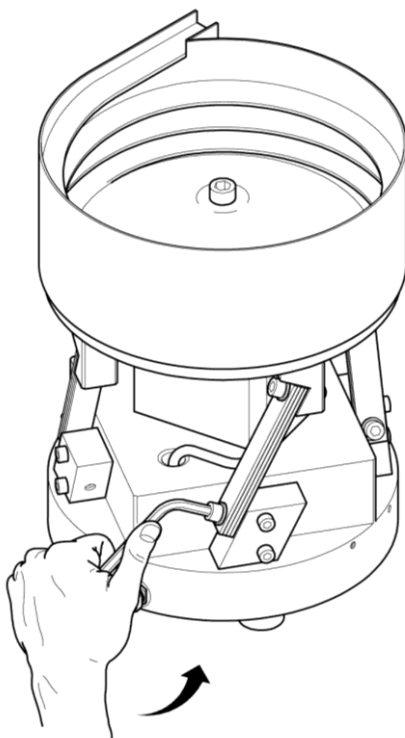

Abbildung 10
5. an einem Federpaket die Befestigungsschraube unten **langsam lösen** (siehe Abbildung 10). Das Lösen dieser Schraube bewirkt eine Veränderung der Laufgeschwindigkeit des Fördergutes im Fördertopf